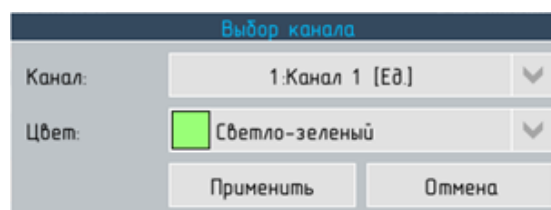

Рисунок 6.53 – Диалоговое окно для добавления канала в состав группы.
- ▶ диалог **выбор канала** – на вкладке **каналы** (см. рисунок 6.53):